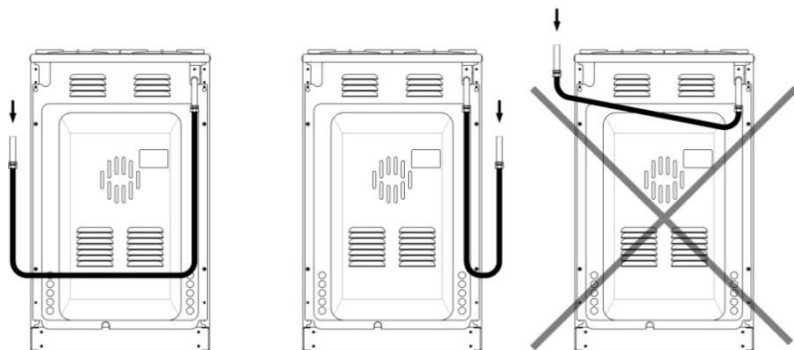

Рис. 2 Положение соединительного шланга
- гибкий присоединительный шланг не должен проходить в зоне горячего воздуха дымохода и касаться задней стенки плиты (Рис. 2);
**Внимание!** После установки плиты на место обязательно проверьте положение гибкого шланга подвода газа и шнура питания (Рис. 2)